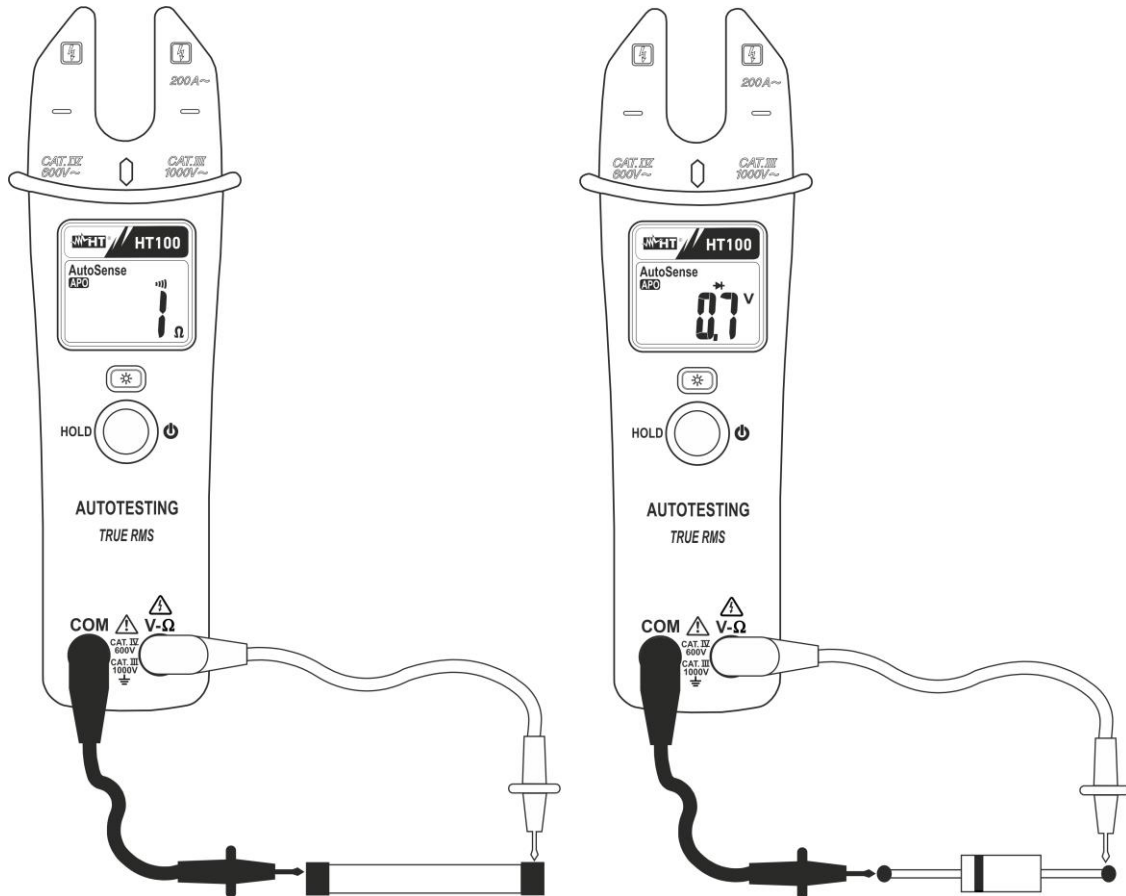

Abb. 6: Verwendung der Zange für Durchgangstest und Dioden-Test
1. Verbinden Sie die rote Messleitung mit der **V-Ω** Eingangsbuchse, und die schwarze Messleitung mit der **COM** Eingangsbuchse und führen Sie den Durchgangstest des zu messenden Objekts durch (siehe Abb. 6 – linke Seite). Das Symbol “” erscheint auf dem Display. Der Summer ertönt, wenn der Wert des gemessenen Widerstands niedriger als 25Ω
3. Verbinden Sie die rote Messleitung mit der Anode und die schwarze Messleitung mit der Kathode der Diode bei der Messung von direkter Polarisierung (siehe Abb. 6 – rechte Seite). Das Symbol “” erscheint auf dem Display. Bei der Messung von umgekehrter Polarisierung tauschen Sie die Messleitungen aus.